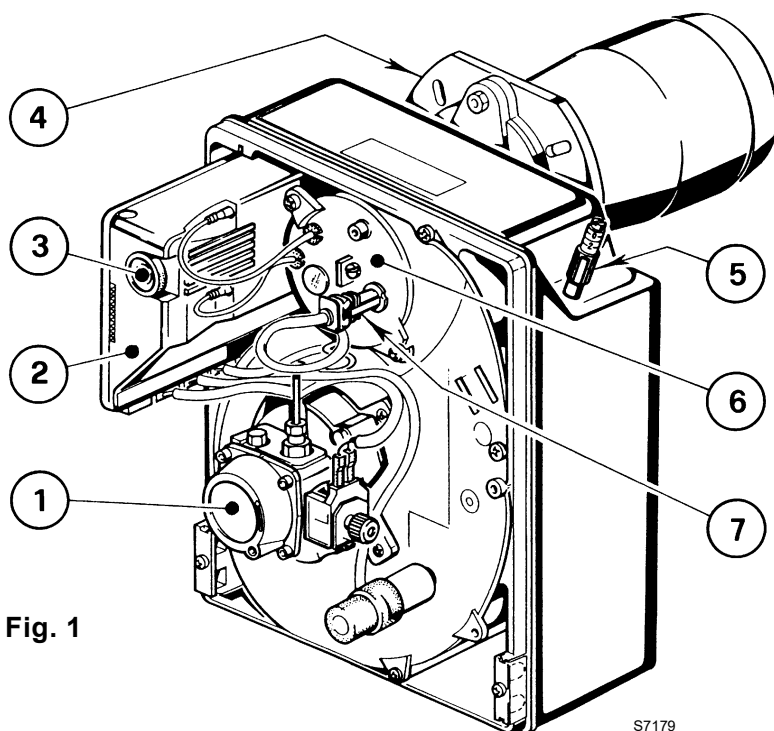

Fig. 1
- Die Reinigung des Flammenfühleres ausführen, (7, Abb. 1, Seite 1).
Nachfolgend finden Sie einige denkbare Ursachen und Abhilfemöglichkeiten für Störungen, die den Betrieb des Brenners beeinflussen oder einen nicht ordnungsgemäßen Betrieb des Brenners verursachen könnten. In den meisten Fällen führt eine Störung zum Aufleuchten der Kontrolleuchte in der Entstörtaste des Steuergeräts (3, Abb. 1, Seite 1).